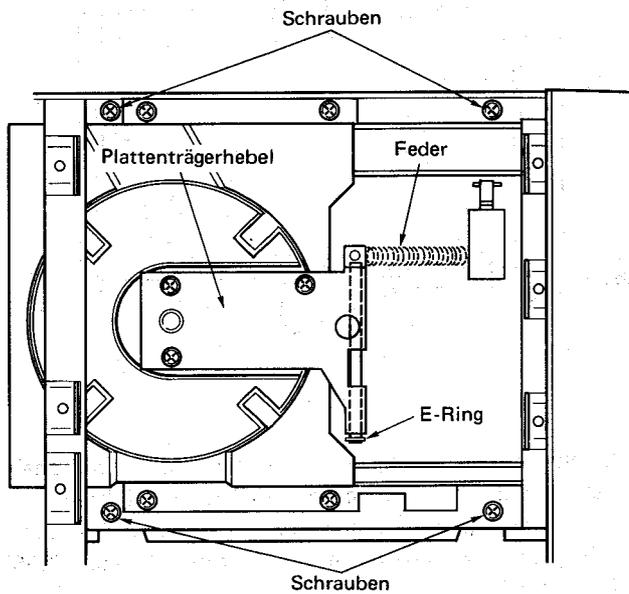

Abb. 9
- 8) Die 4 Halteschrauben des Mechanismus lösen (Siehe Abbildung 9).